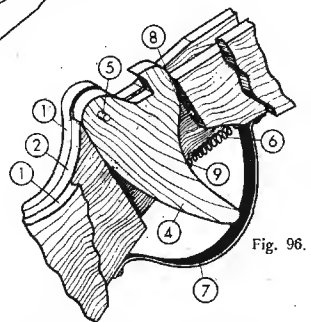

Fig. 96.
Il grilletto (4) viene ritagliato in legno compensato (8 mm) od in legno duro, secondo la figura 95 (misure al naturale). Praticiamo il foro per l'alberino (5) sul quale il grilletto dovrà liberamente girare, e fissiamo l'anellino (9) per la molla di richiamo (6) (fig. 96). Il chiodo (8) limita il movimento del grilletto in avanti. Foriamo le parti (1) nell'esatta posizione per l'alberino (5) — un chiodo di 3 mm di diametro e 30 mm di lunghezza — (fig. 96). Il cavallotto (7) è fatto di ferro piatto (1 mm di spessore, 12-15 mm di larghezza) e viene avvitato sul corpo. La vite anteriore fissa anche la molletta d'acciaio (6) che potrà essere fatta da noi stessi oppure acquistata in un negozio di ferramenta.